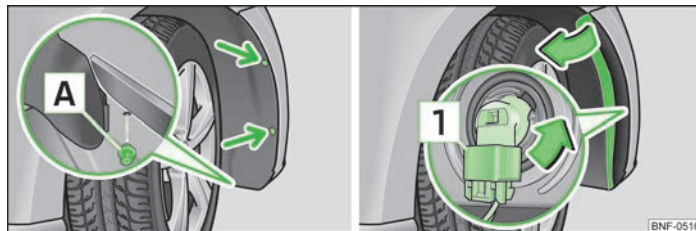

Bild 124 Hjulhus fram: Byta glödlampa för dimstrålkastare
- › Skruva loss de två fästskruvarna på hjulhuspanelen med skruvmejseln » **sidan 119, Verktygssats (pilar)** » bild 124.
- › Vrid loss expanderniten **A** » bild 124 nedtill på hjulhuspanelen med ett platt, trubbigt föremål, t.ex. ett mynt, och avlägsna den.